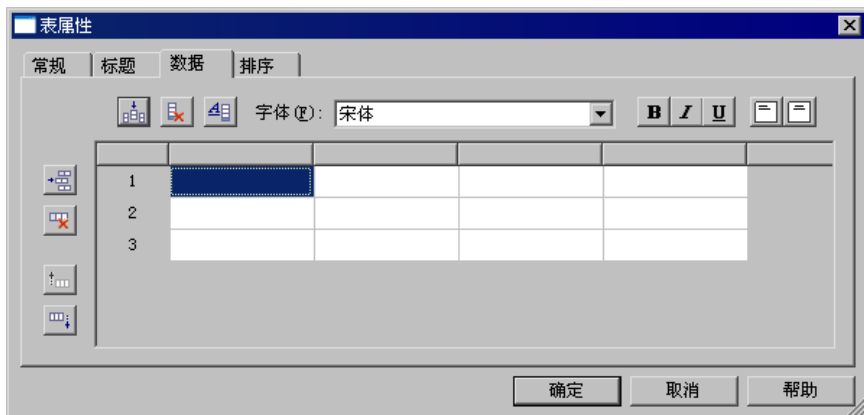

图 9.2.11 插入列
Step4. 插入列。在“表属性”对话框中单击“插入列”按钮，系统弹出“插入列”对话框，然后在 **列数(C)** 文本框中输入 2，其他采用系统默认的设置，然后单击  按钮，完成列的插入，结果如图 9.2.11 所示。